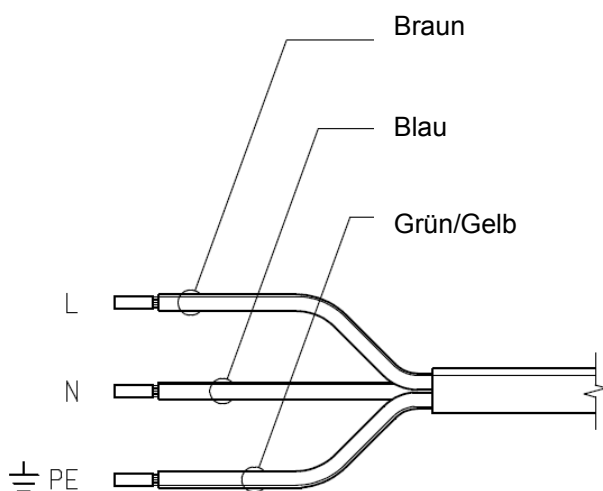

Abb. 2: Netzkabel anschließen
- Schließen Sie das Anschlusskabel wie in Abb. 2 gezeigt an, oder montieren Sie einen Stecker.